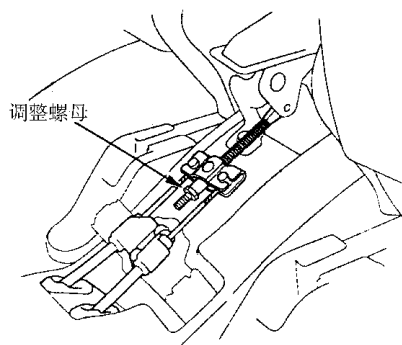

图 8-7 拧紧调整螺母
4) 如图 8-7 所示,拧紧调整螺母,直至当转动后轮时,驻车制动器轻微拖滞为止。